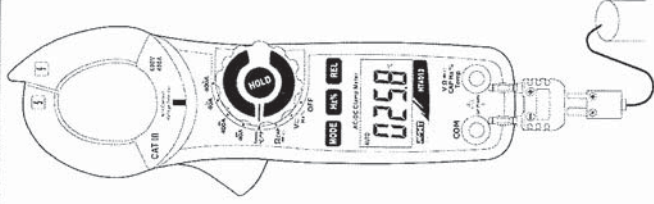

Fig. 8: Uso de la pinza para medida de Temperatura
3. Inserte la sonda tipo K en dotación en los terminales de entrada **VΩ** y **COM** mediante el adaptador, respetando la polaridad mostrada en Fig. 8. El valor de la temperatura se muestra en pantalla